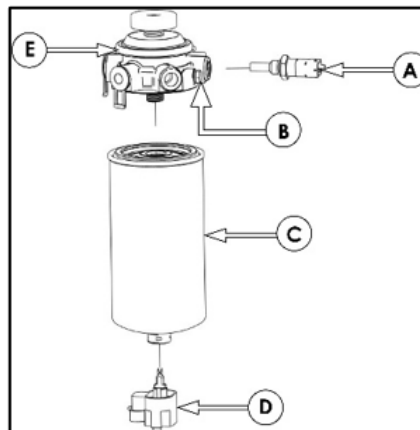

Fig. 259 : VUE ÉCLATÉE DU FILTRE À CARBURANT
La figure 259 présente les éléments suivants :
2. Desserrer la vis de purge d'air (élément B sur la Fig. 259) située sur la tête du filtre principal, puis actionner la pompe manuelle d'amorçage jusqu'à ce que le carburant s'écoule de façon continue, sans bulles d'air, par la vis de purge d'air.